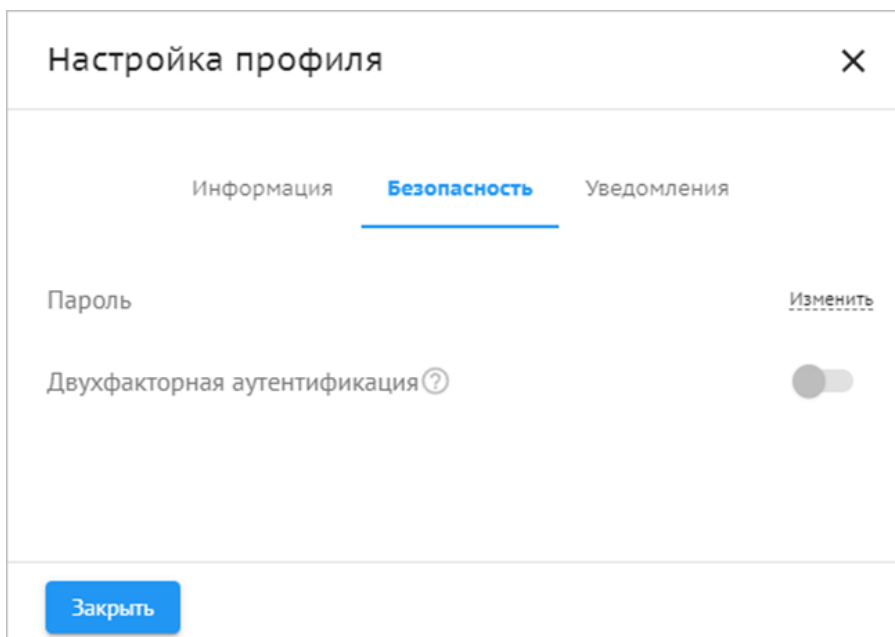

Рисунок 8. Вкладка «Безопасность».
- Вкладка «Безопасность» — смена пароля (Рисунок 8):